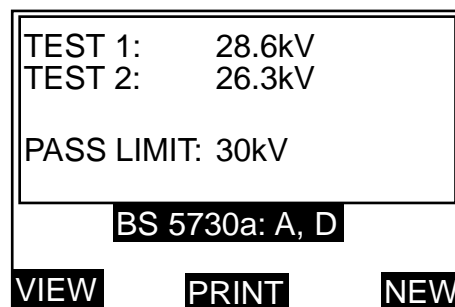

Figure 45. Ecran d'affichage des résultats de l'essai BS5730a.
Une pression sur la touche gauche VUE modifie la moitié supérieure de cet affichage qui indique alors les tensions de fractionnement ainsi que la tension limite acceptable. L'écran de la Figure 45 apparaît alors.
14. Une fois ces essais réalisés (il peut en avoir 1, 2 ou 3), le message BON ou DEFAUT apparaît. Une pression sur la touche droite NOUVEAU vous ramène à l'écran de sélection de la CATEGORIE D'EQUIPEMENT. Une pression sur la touche gauche VUE modifie la moitié supérieure de cet affichage qui indique la ou les tensions de fractionnement ainsi que la tension limite acceptable. L'écran de la Figure 45 apparaît.